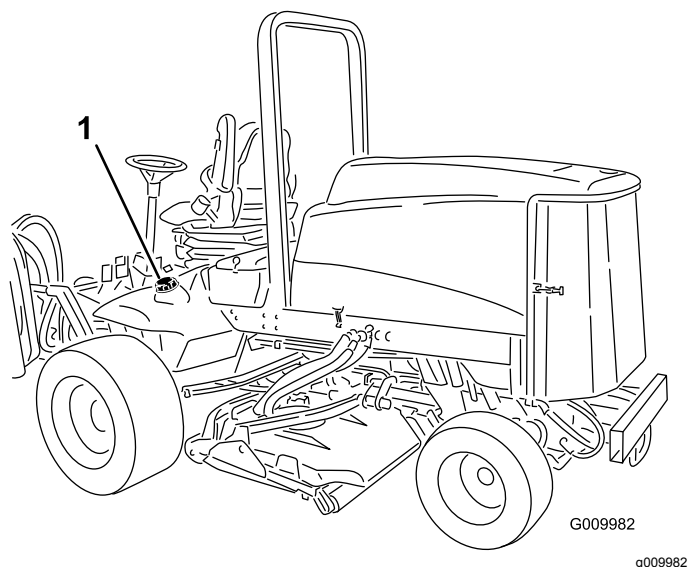

Figura 14
1. Rimuovete il tappo dal serbatoio del carburante (Figura 14).